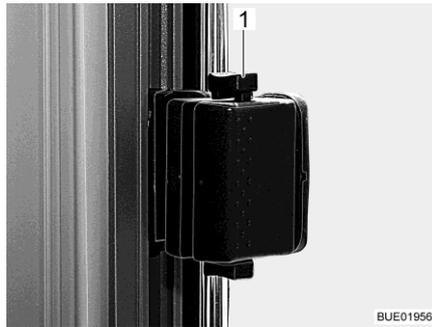

Fig. 103 Finestra scorrevole, bloccata
- Spingere il chiavistello (Fig. 103,1) verso il basso.